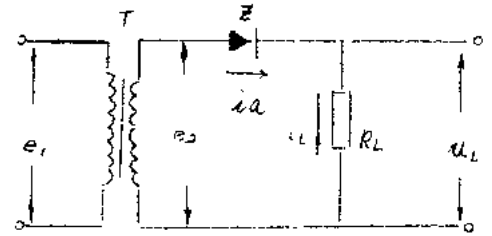
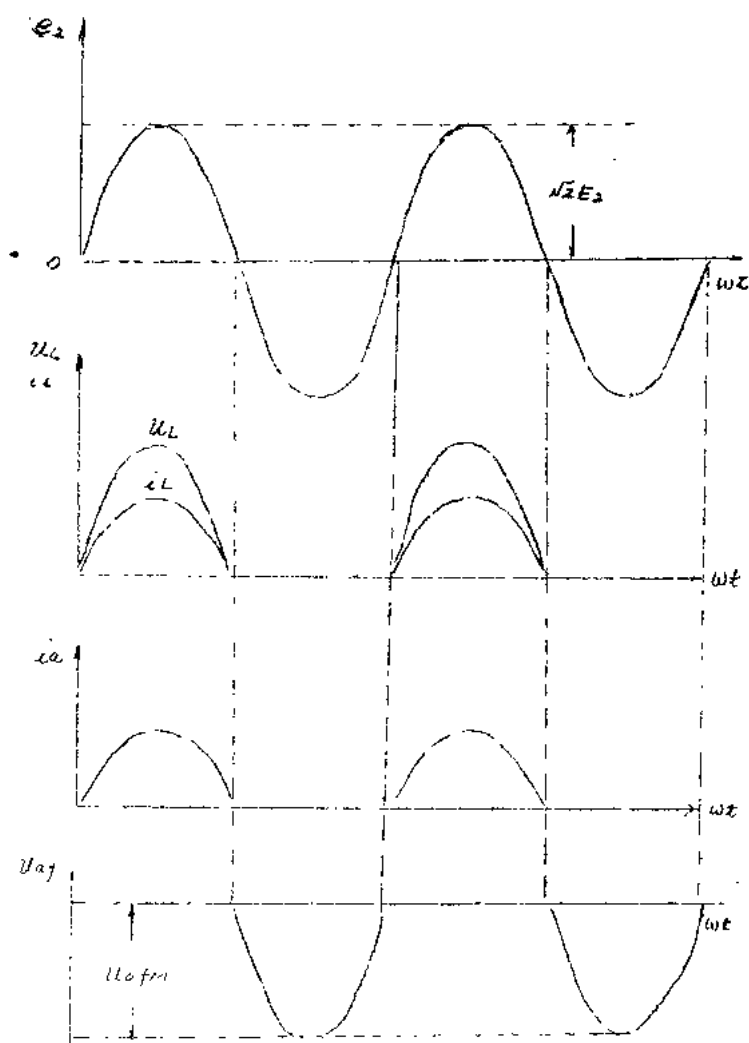

图 2.1
图 2-2
在图 2.1 的电路中， $0 \sim \pi$  的时间内，变压器的次级电压使二极管  $Z$  受正向电压，则  $Z$  导通，负载电压  $u_L$  与电压  $e_2$  几乎一样，负载电流的大小由负载  $R_L$  决定。波形如图 2.2 (2)